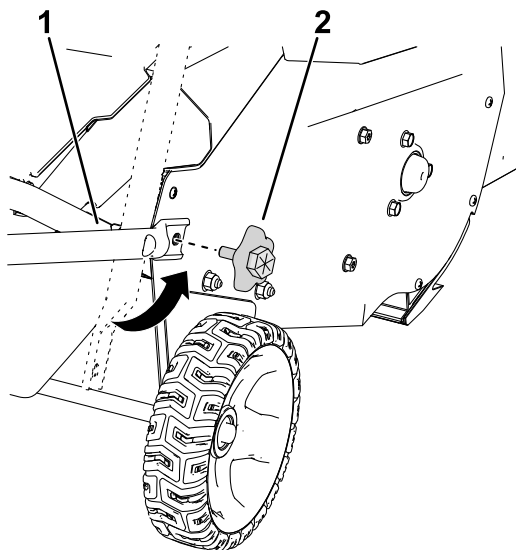

Figura 5
5. Mova a pega inferior para o sítio e instale os manípulos da pega inferior como se mostra na Figura 5.